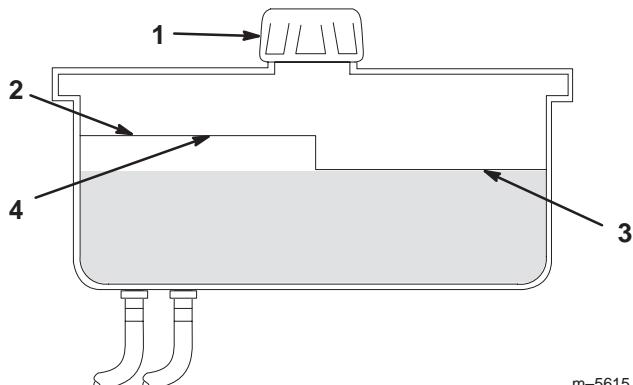

Figure 49
2. Nettoyez la surface autour du goulot de remplissage du réservoir hydraulique (Fig. 49).
3. Enlevez le bouchon du goulot de remplissage et vérifiez si le réservoir contient du liquide (Fig. 49).
**Remarque :** Lorsque l'huile est chaude, le niveau de liquide doit atteindre le haut du repère **à chaud** sur le déflecteur (Fig. 49).